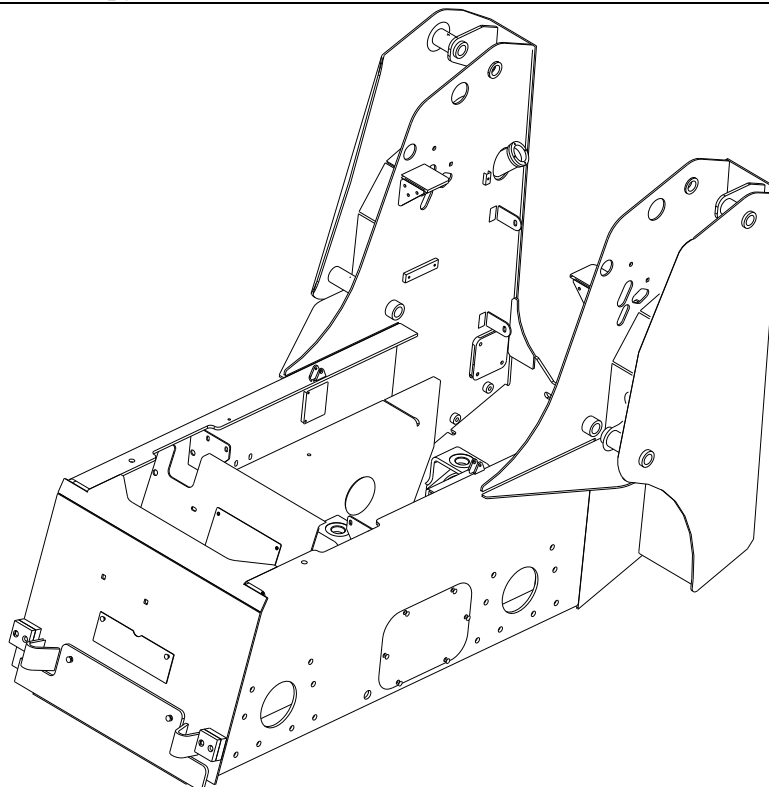

Рис. 8 Рама
2.6.1 Рама – основание, соединяющее все части машины. Для изготовления рамы применяются высокопрочные методы сварки, для того чтобы продукт отвечал всем стандартам изделия, предназначенного для работы в суровых условиях. С целью повышения коэффициента эффективности использования объема резервуаров (рис. 8).